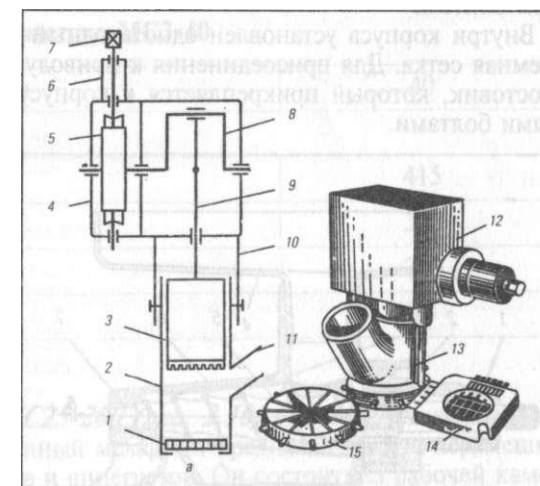

Рис. 2-8. Механизм для нарезки сырых овощей МС28-100.
**Сменный механизм МС28-100 (рис. 2.8)** Механизм предназначен для фигурной нарезки сырых овощей. Состоит он из редуктора с хвостовиком, камеры обработки, загрузочного бункера и комплекта ножевых решеток.